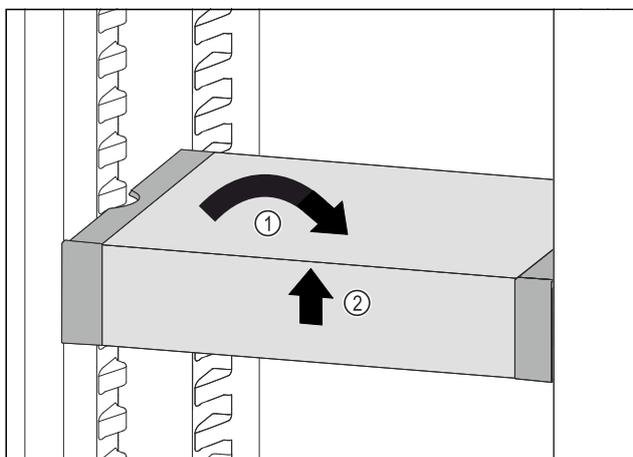

Fig. 130
- ▶ Collocare VarioSafe in maniera dritta. Fig. 130 (1)
- ▶ Sollevare VarioSafe dal lato anteriore. Fig. 130 (2)